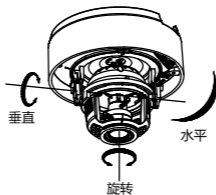

图2-19 三轴调节
5. 三轴调节：该款摄像机具有三轴调节工艺设计，水平方向可转动 $0\sim 355^\circ$ ，垂直方向可转动 $0\sim 80^\circ$ ，旋转方向可转动 $0\sim 355^\circ$ ，适应不同角度的安装，调节方式参考图 2-19 的示意。